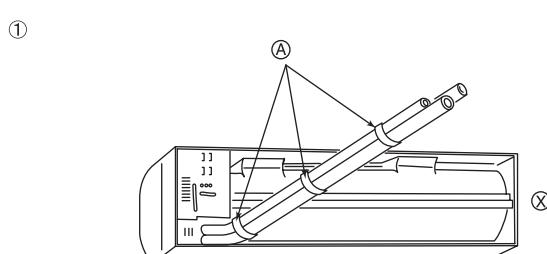

Fig. 3-4
① Arka, sağ ve alt boru bağlantıları. (Fig. 3-4)